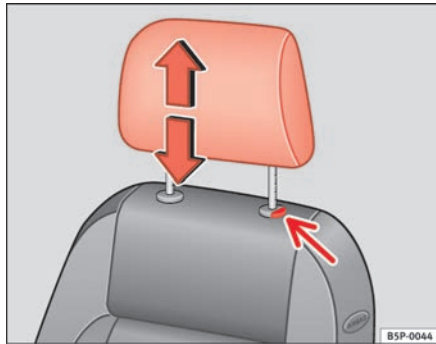

Abb. 74 Kopfstütze einstellen oder ausbauen
- Drücken Sie die Taste ⇒ Abb. 74 (Pfeil).